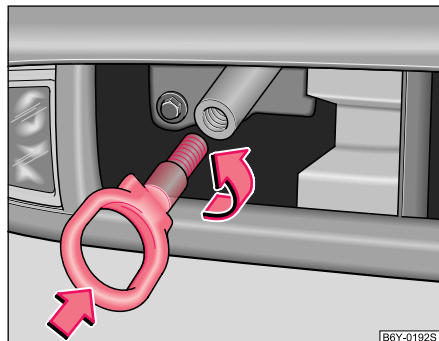

Abb. 149 Vordere Stoßfänger: Einbau der Abschleppöse
- Abschleppöse von Hand nach links bis zum Anschlag einschrauben ⇒ Abb. 149 und mit dem Radschlüssel festziehen (Radschlüssel durch die Öse stecken).